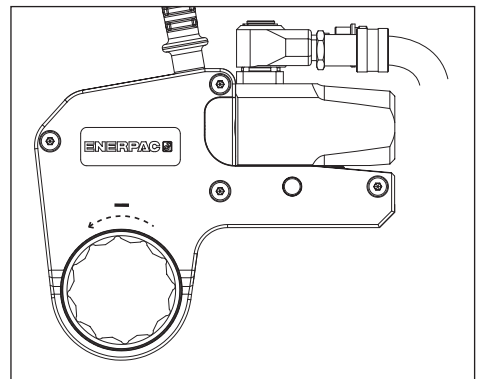

Abb. 9
4.3.3 Mutter oder Schraubelösen (Abb. 9 und 10)
- Setzen Sie den Abstützarm (17) gegen ein geeignetes Widerlager (18). Das Widerlager wirkt der durch das Werkzeug verursachten Kraft entgegen.